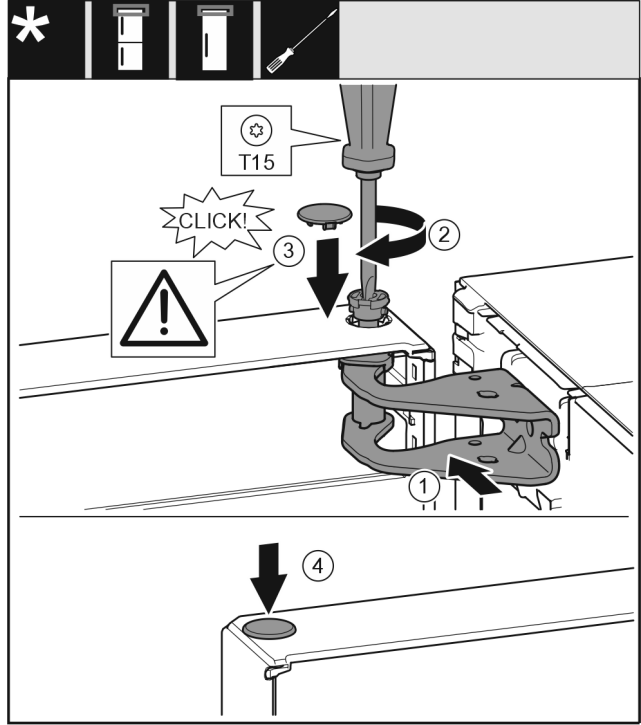

Fig. 19
- Aligner la porte en haut sur l'ouverture du support de palier Fig. 19 (1).
- Insérer l'axe Fig. 19 (2) et le serrer avec un tournevis.
- Installer le couvercle Fig. 19 (3).
- Vérifier que le couvercle Fig. 19 (3) repose bien sur la porte.
- Installer le couvercle Fig. 19 (4).